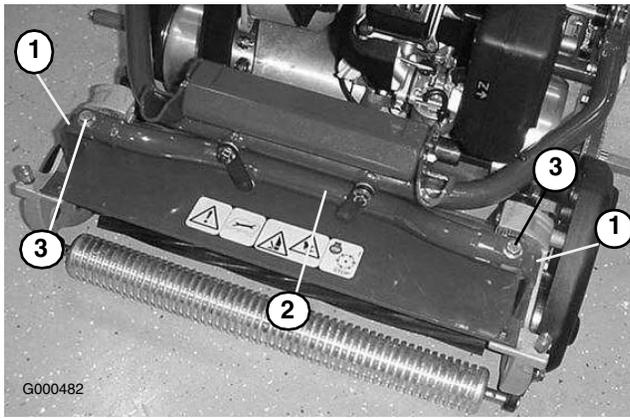

Bild 45
4. Nehmen Sie die (2) Kopfschrauben ab, mit denen die Gelenkkarme des Mähwerks am Rahmenrohr der Zugmaschine befestigt sind (Bild 45).
5. Drehen Sie die Gelenkarme nach vorne (Bild 45) und stellen Sie die Zugmaschine auf dem gesicherten Ständer ab.